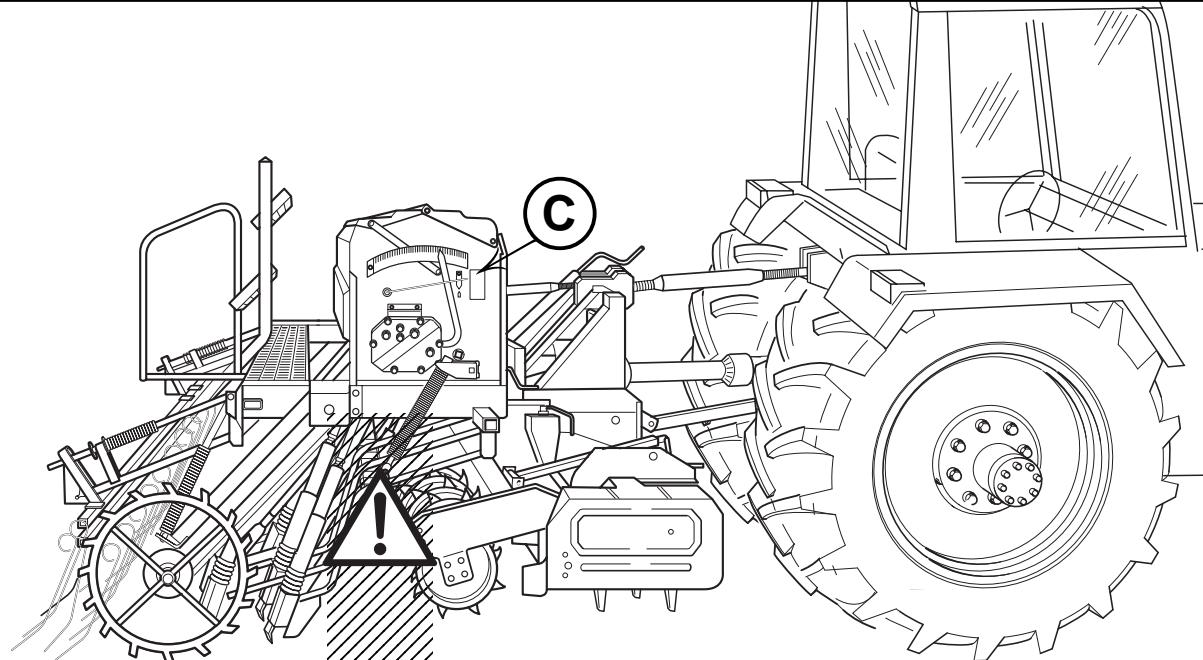

Fig. 11
verificare che non ci siano o si possano verificare interferenze tra organi meccanici delle due macchine. In modo particolare controllare la zona tra il rullo posteriore ed i bracci degli stivaletti seminatori (Fig. 11). Lubrificare con del grasso le guide del triangolo per facilitare l'innesto.
*fore lifting the equipment to hook onto the seeder. Particularly check the area between the rear roller and the arms of the sowing teeth (Fig. 11).*
deux machines. Contrôler en particulier la zone entre le rouleau arrière et les bras des ancrés d'ensemencement (Fig. 11).
interferencias entre los órganos mecánicos de las dos máquinas. Especialmente, controle la zona entre el rodillo posterior y los brazos de las púas de siembra (fig. 11).